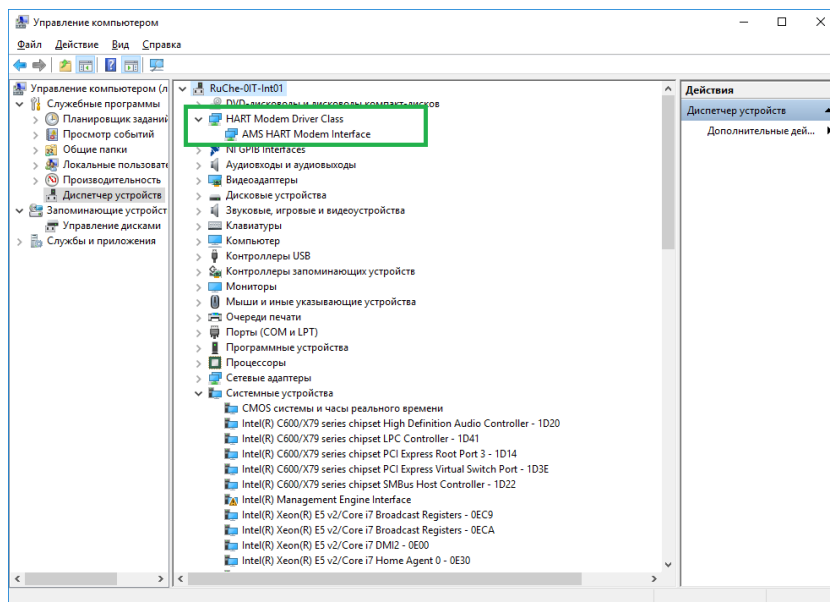

Рисунок X.4.5 – Раздел «HART Modem Driver Class»
5) После завершения установки убедитесь, что имя драйвера появилось в разделе «HART Modem Driver Class» (AMS HART Modem Interface) (рисунок X.4.5).